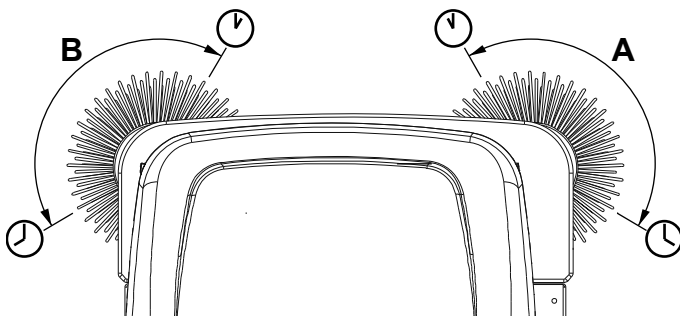

Abbildung 4
3. Zündschlüssel (64) drehen und Gerät einschalten.
4. Seitenbesen mit dem Hebel (52) absenken und 1 Minute drehen lassen.
5. Sind die Seitenbesen (9) (15, serienmäßig bei SR 1601 MAXI) abgeseht, müssen sie den Boden hinsichtlich Ausdehnung und Ausrichtung wie auf der Abbildung (A und B, Abb. 4) berühren.